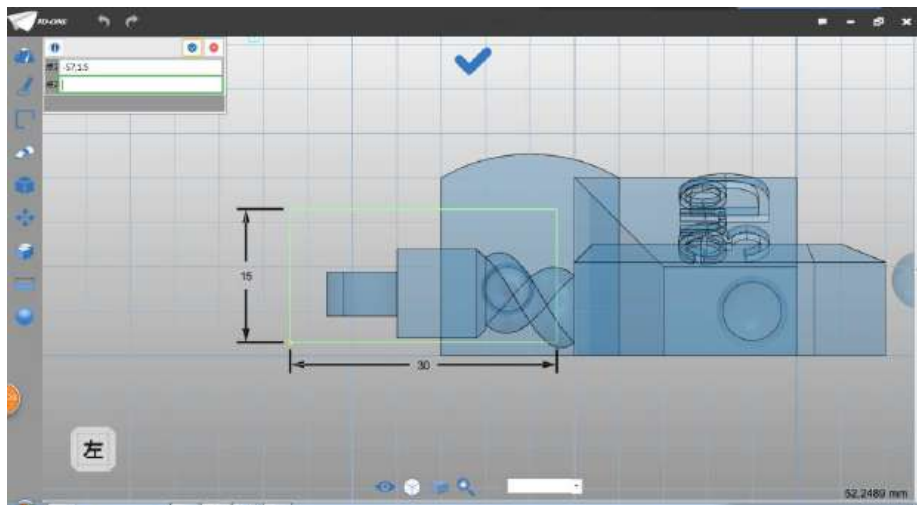

图 4-2
Step 2 绘制 30×15 的矩形，点 1 输入坐标 $(-57, 1.5)$ ，如下图 4-2 所示：